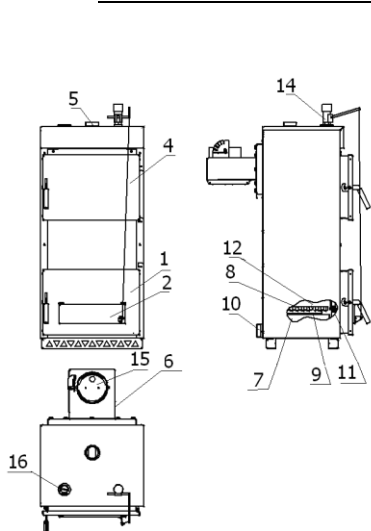
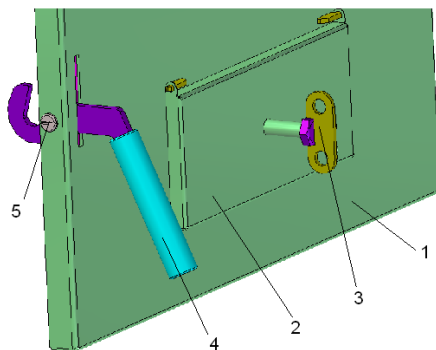
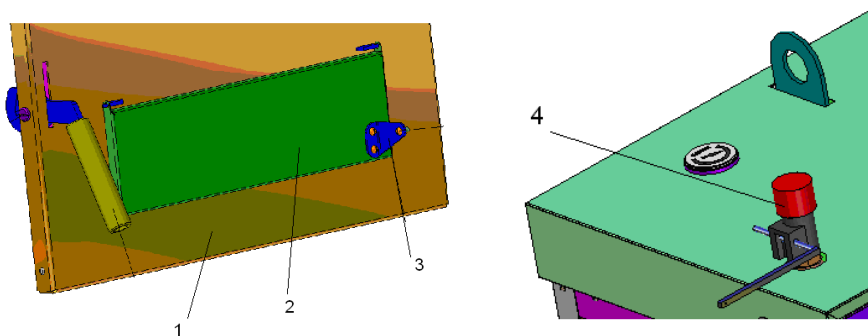

Рис.1
Рис.8 Дверца шуровочная
Рис.9 Крепление кронштейна 3 для регулятора тяги 4
5.2.2 Котлы КС-Т-... (**рис.1,2**) состоят из топки 12 с жаровыми трубами. Вокруг топки имеется водяная рубашка 7. Через трубы, соединяющие водяную рубашку, циркулирует вода, что увеличивает площадь теплосъёма. Температура воды в котле контролируется термометром 16. Нагретая вода в результате образовавшихся в котле конвекционных потоков выходит в систему отопления через верхний патрубок 5. Обратная вода из системы отопления поступает в котел через нижний патрубок 10. В нижней части топки устанавливаются колосники 8, образующие полотно колосниковой решетки при работе котла на твердом топливе. На фронтальной поверхности котла крепятся загрузочная 4 и шуровочная 1 дверцы, через которые производятся загрузка топлива, чистка колосниковой решетки, а также чистка поверхности топки. Для улучшения работы топки на верхней крышке котла установлен регулятор тяги 14 (табл.2), который соединён с крышкой 2 шуровочной дверцы 1. На дне под колосниками 8 стоит ящик 9 для сбора прогоревшего топлива (золы).
Для работы на природном газе или на пеллетах котёл необходимо переоборудовать в соответствии с данным руководством и упаковочными ведомостями комплектов (табл.2; **рис.1 - 32**).
5.3.3 На дверцы (**рис.1, 2**) установить ручки 4 (**рис.8**), закрепив их осями 5.
На крышку 2 (**рис.8**) шуровочной дверцы 1 установить винт 3. С его помощью можно регулировать тягу зазором до 20 мм.
5.3.4 Для котлов с комплектом регулятора тяги на крышку 2 (**рис.9**) дверцы шуровочной 1 установить кронштейн 3, закрепив его винтами М4 и гайками М4.
На верхней крышке котла (**рис.1,2**) снять заглушку (3/4") и на это место установить регулятор тяги 4. Соединить его цепь винтом М4х10 и гайкой М4 с кронштейном 3 на крышке 2 шуровочной дверцы 1 (**рис.9**).
6.1 Регулятор тяги 14 (рис.1,2) и его цепь демонтировать.
Демонтировать шуровочную дверцу 1 (рис.1, 2).
6.2 В верхней части топки вплотную к передней стенке котла через загрузочную дверцу 4 (рис.1,2) устанавливается топочный лист на прутки, приваренные к стенкам топки.
Перед креплением дымохода в трубы топки с задней стороны котла вставляются турбулизаторы 7 (табл.2 и рис.1,2,14). Если дымоход установлен, его надо демонтировать для установки турбулизаторов, а затем вернуть на место.